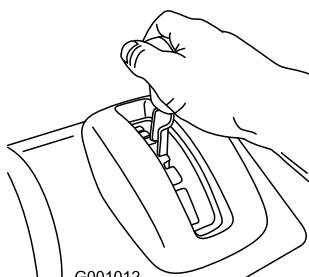

Рисунок 11
1. Установите рычаг переключения скорости в положение нужной скорости переднего хода, зафиксировав его в пазу (Рисунок 11).